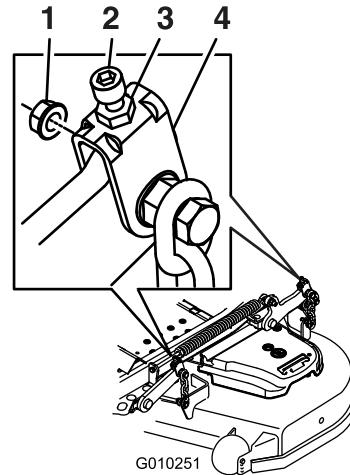

Figura 92
10. Si es necesario, afloje la contratuerca con arandela prensada del lateral de la horquilla y la contratuerca de la parte superior. Gire el tornillo de ajuste hasta obtener una altura de 7.6 mm (3") (Figura 92).
de ajuste hasta obtener una altura de 7.6 mm (3") (Figura 92).
16. Gire el tornillo de ajuste hasta obtener una altura de 8.3 mm (3 1/4") (Figura 92).